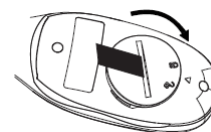

Figura 6
5. Gire a tampa em sentido horário até “” se alinhar com “” (veja a figura 6).